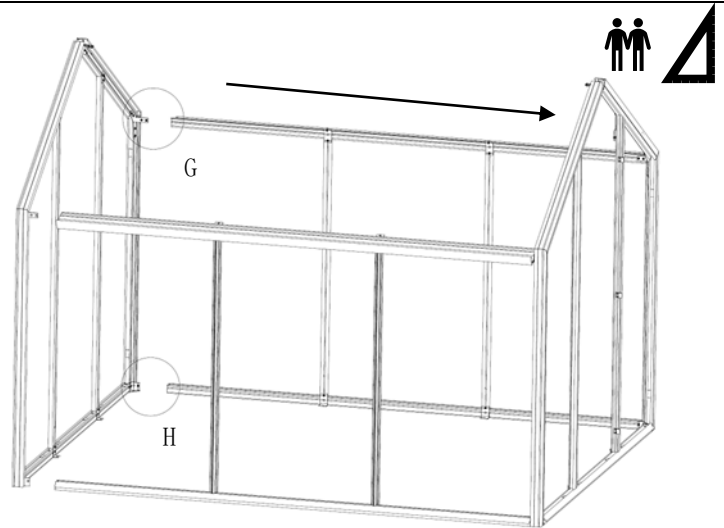

Abb. 55
- falls notwendig, kann das Bodenprofil vom Eckverbinder (**Pos. V1**) leicht weggedrückt werden, um die Sechskantschraube (**Pos. SM2**) in die Bohrung des Eckverbinders (**Pos. V1**) zu stecken! (Abb. 55)